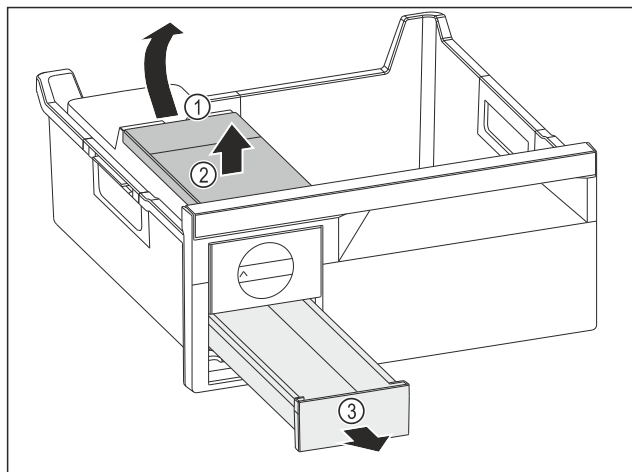

Fig. 103
- Odobratie nádržky na vodu: Nádržku na vodu nadvihnite za vybranie Fig. 103 (1).
- Nádržku na vodu Fig. 103 (2) odoberte smerom nahor.
- Zásuvku na kocky ľadu Fig. 103 (3) odoberte smerom nahor.